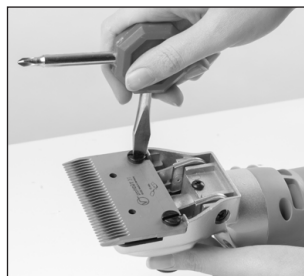

Fig. 3
4. Desserrez les vis de fixation (7) à l'aide de la clé fournie (Fig. 3).